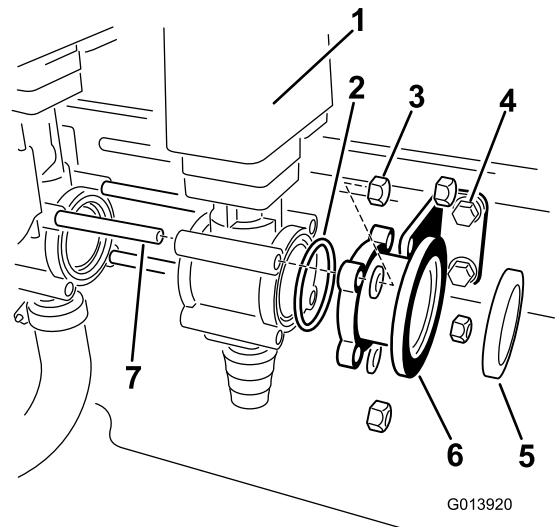

図 6
8. 付属部品に入っているOリングを、エダクタバルブの開口側に取り付ける(図6)。